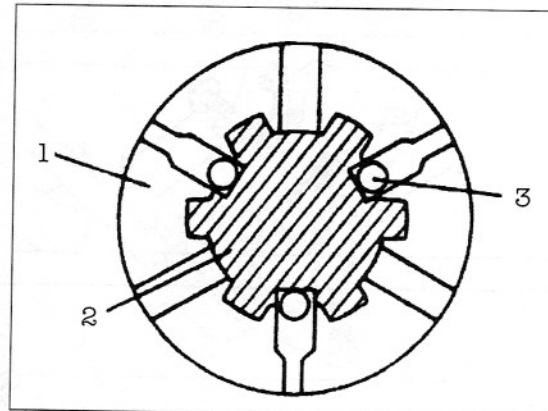

Bild 265
5. Abtriebszahnrad (Bild 265)
- Falls Stahlkugeln des fünften Abtriebsrads mit Fett fixiert werden, Fett nach Montage mit frischem Motoröl wegspülen, um Leerlauffindung nicht zu behindern (Bild 265).